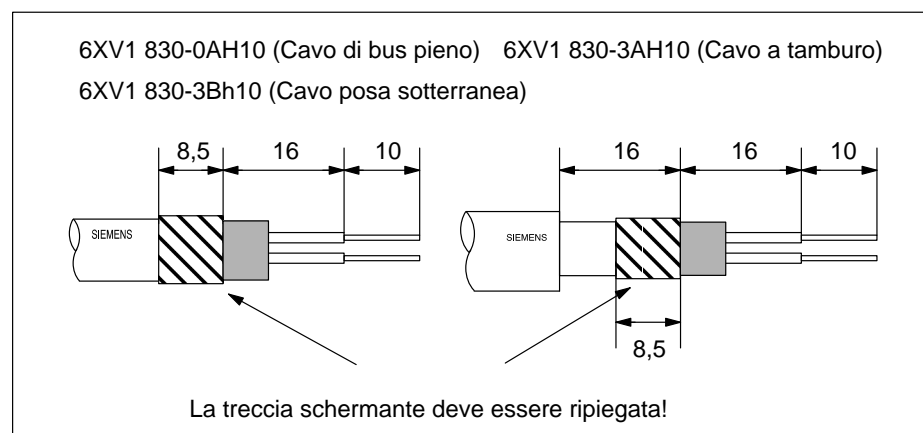

Figura 4-9 Lunghezza delle spelature per il collegamento sul repeater RS 485
2. Spelare il cavo di bus PROFIBUS in base alla figura 4-9.